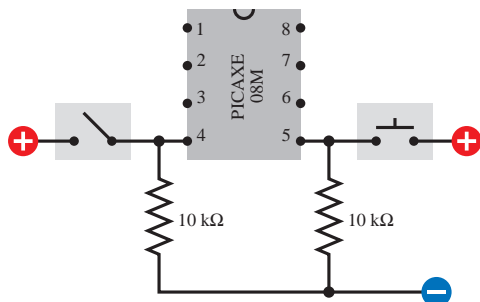

图 5-143 PICAXE 芯片能够对接在其具有输入能力的引脚上的开关或按钮的状态做出响应。当开关或按钮的触点断开时，必须使用一个 10 kΩ 的电阻器来下拉引脚的状态。否则的话，你可能会得到不可预料的结果
- ❑ 如果你想要在其一个引脚上接一个开关或按钮来作为输入，那么你应该在该引脚与电源的负端之间添加 10 k $\Omega$  的下拉电阻器，以便当开关断开时能够将引脚保持在低电平。图 5-143 显示了下拉电阻器与单刀单掷开关或按钮连接的方法。